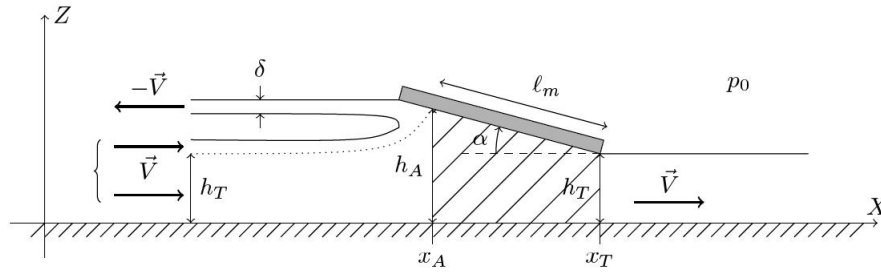

Figure 2
- Q10- En choisissant comme système fermé Σ , l'eau contenue dans le volume situé sous la planche entre les abscisses x_A et x_T (zone hachurée sur la figure 2) et celle qui va pénétrer dans ce volume entre les dates t et $t + dt$, trouver une relation liant $dP_x(\Sigma)/dt|_{R, \rho, L, h_T, \lambda}$ et V .